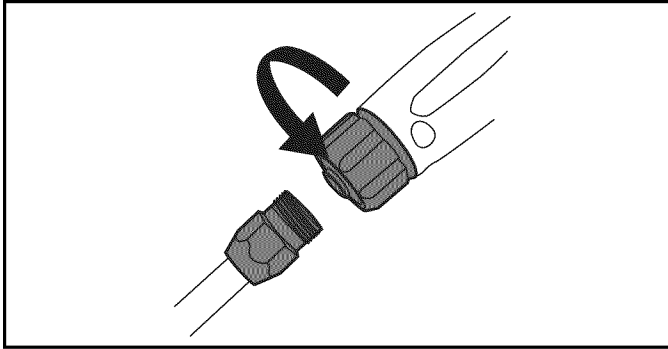

Figure 4-13. Attacher la lance
4. Raccordez la lance au pistolet de pulvérisation (Figure 4-13). Serrez à la main.